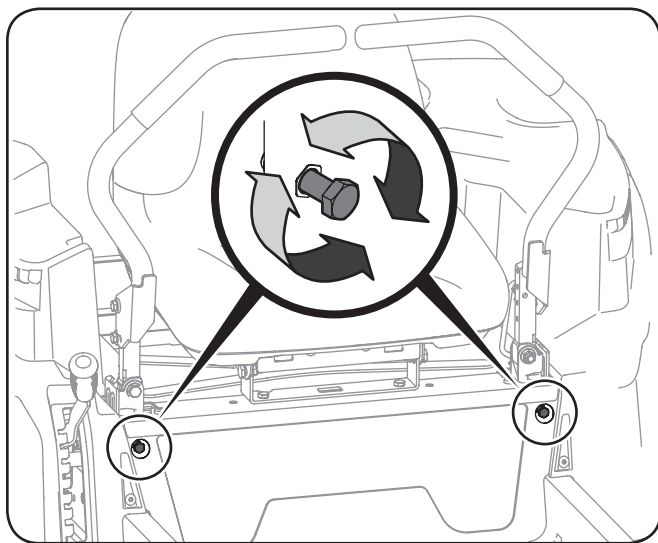

Figure 6-9
2. Repérez les boulons de réglage des barres de conduite à l'avant du châssis du siège. Voir Figure 6-9.